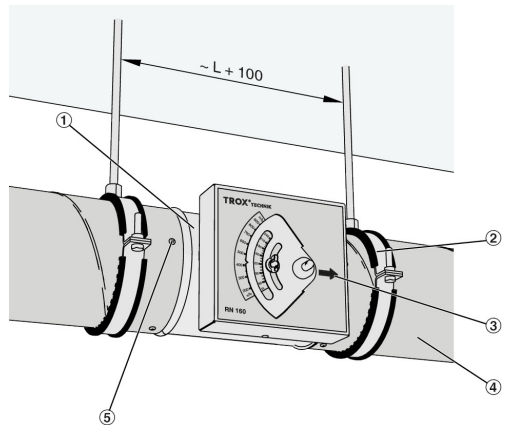

Abb. 17: Montagebeispiel
1. ▶ Abhängungen (Abb. 17/2) am Einbauort vormontieren, dabei beachten, dass der Abstand der Abhängungen ca.  $L+100$  mm beträgt.
2. ▶ Luftleitung (Abb. 17/4) bis zum Einbauort des Regelgerätes vormontieren.
3. ▶ Anschlussstutzen des Regelgeräts (Abb. 17/1) in die Luftleitung einschieben (Luftrichtungspegel (Abb. 17/3) beachten).
4. ▶ Luftleitung (Abb. 17/4) auf den Stutzen aufschieben.
6. ▶ Regelgerät mit Bohrschrauben oder Niete (Abb. 17/5) an Luftleitung fixieren.